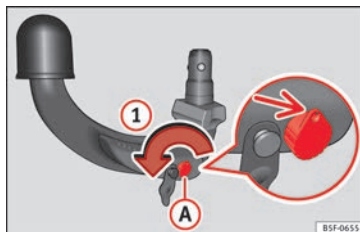

Abb. 223 Schritt 1
- Drehen Sie den Schlüssel in Pfeilrichtung ①, bis sich der gelochte Teil des Schlüssels oben befindet » Abb. 223.